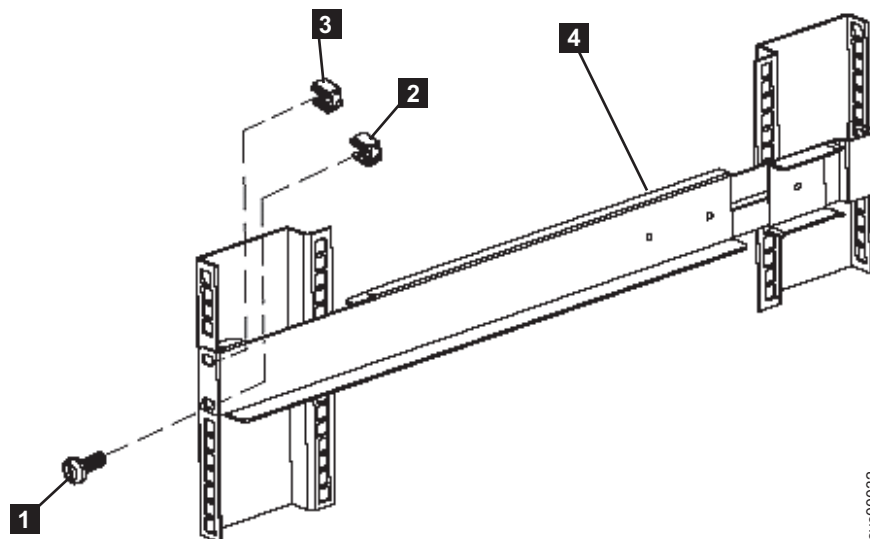

図 29. 2145 UPS-1U への前部レールの固定
8. 1 つの M6 × 10 ねじと 1 つのクリップ・ナット **1** (図 29) を使用して、レールの下部の穴のみをラックの前面に取り付けます。